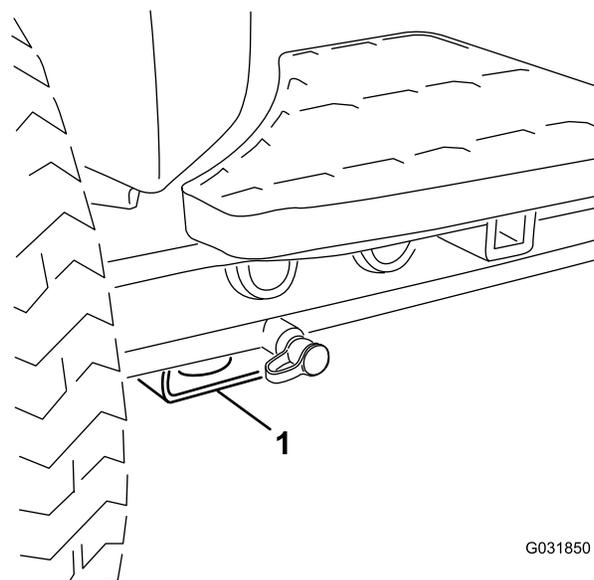

Рисунок 36
• В передней части используйте прямоугольную подкладку под трубой моста внутри каждого переднего колеса (**Рисунок 36**).